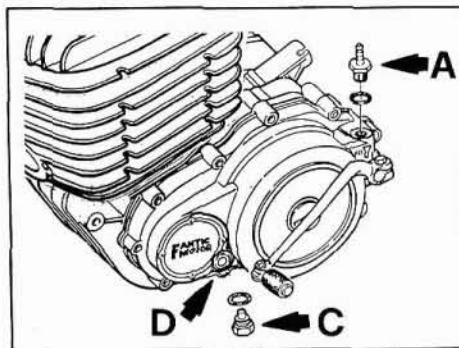

Fig. 11 - Sostituzione olio cambio.
- togliere il tappo di carico dell'olio posto sulla parte superiore sinistra del motore (A Fig. 11);
- svitare la vite di scarico olio posta sotto il motore (C Fig. 11);
- versare dal tappo di carico (Fig. 11) 500 cc. di olio cambio **IP PONTIAX DB 80W**. Per sapere l'esatta quantità di olio da versare se non disponete di un contenitore graduato, controllare l'oblò (D Fig. 11), fino a quando l'olio non abbia raggiunto il livello massimo;